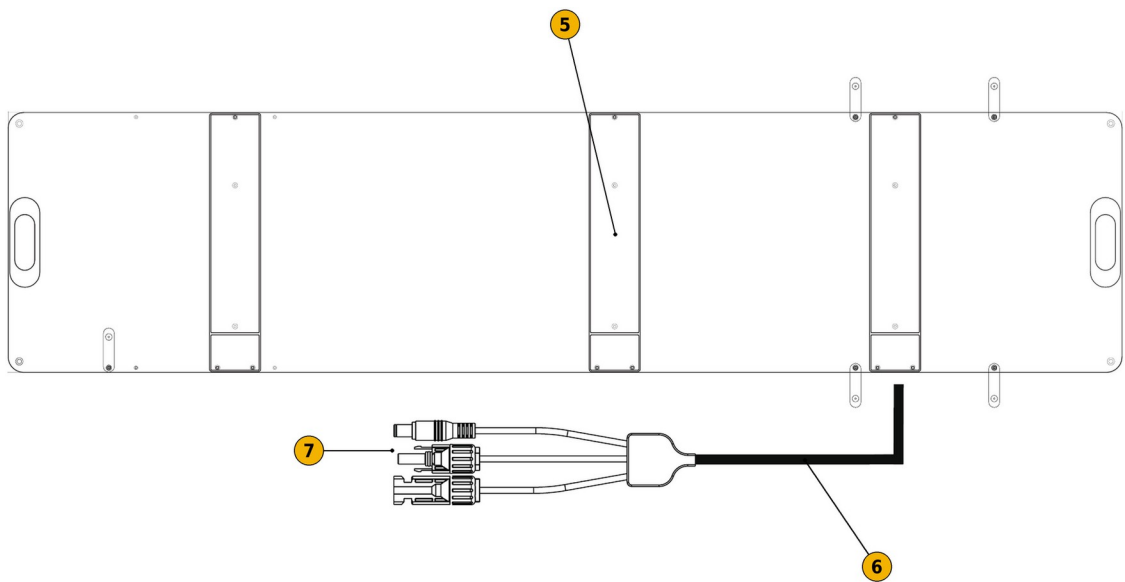

FIG. 2 — Face posterior: pés de apoio, cabo e conectores de saída
- 3) Ligue o conector de saída do painel (FIG. 2, 7) à entrada solar da estação, diretamente ou através de um cabo adaptador adequado, introduzindo-o até ao fim.